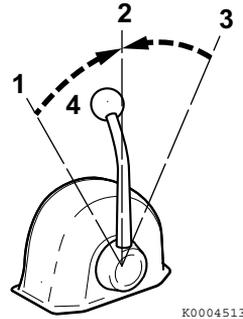

Figura 2
Use o manípulo do Acelerador (Figura 2, (4)) para controlar a aceleração e a desaceleração. Mova o manípulo devagar.
2. Quando muda entre **MARCHA-À-FRENTE (Figura 2, (1 ou 3))** e **MARCHA-À-RÉ (Figura 2, (3 ou 1))**, coloque a embraiagem em **NEUTRO (Figura 2, (2))** e faça pausa antes de mudar lentamente para a posição desejada. Nunca passe abruptamente de **MARCHA-À-FRENTE** para **MARCHA-À-RÉ** ou vice-versa.